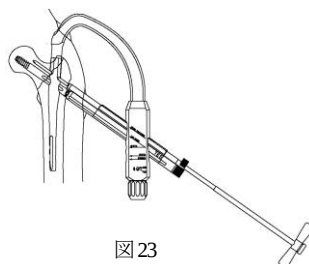

図 23
- 20) 選択したエクストラピン又はエクストラスクリューを、エクストラピン用 T レンチを用いて挿入します。（図 23）